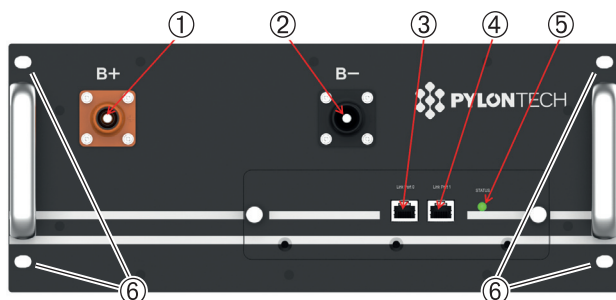

Fig. 7.4 - H32148-C
- Estrarre le spine (1 e 2, Fig. 7.4) dei cavi di alimentazione **B+** e **B-** e i connettori dei cavi di comunicazione (3 e 4, Fig. 7.4).
- Svitare le 4x viti di fissaggio M6 dalla parte anteriore del modulo (6, Fig. 7.4).